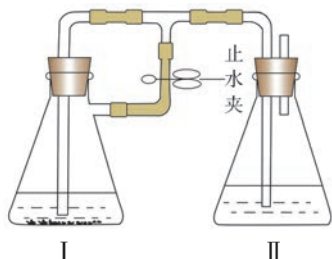

图 5.19
**问题：**● 某学生在实验室用如图 5.19 所示的装置制备白色的  $\text{Fe}(\text{OH})_2$ 。向装置 I 中投入过量的纯铁粉和稀硫酸，装置 II 中盛有  $\text{NaOH}$  溶液。